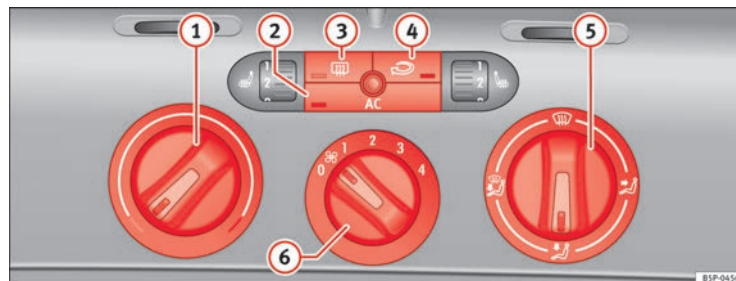

Fig. 126 Sur la planche de bord : éléments de commande du Climatic
- Tournez le régulateur de température ⇒ fig. 126 ① vers la droite pour sélectionner la puissance calorifique souhaitée.